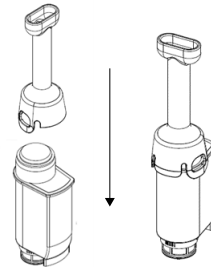

Abb. 9
- ➔ Ziehen Sie den Filter mit Hilfe des Filterhalters aus dem Wassertank (Abb. 9).